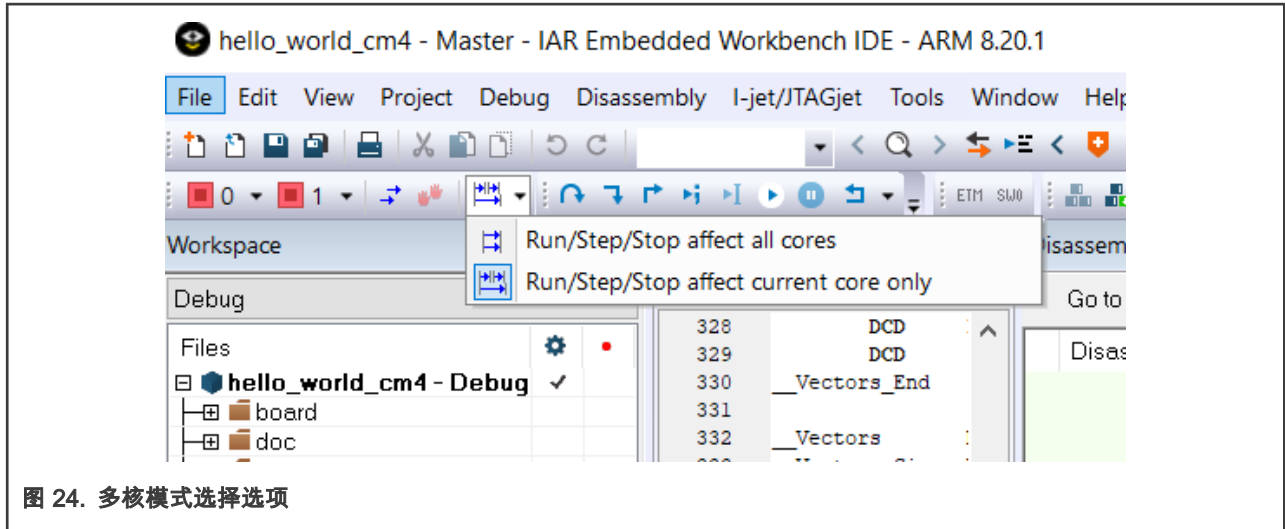

图 24. 多核模式选择选项
6. 单击此按钮旁边的向下箭头将允许用户在单核操作和双核操作之间切换，如 图 24 所示。